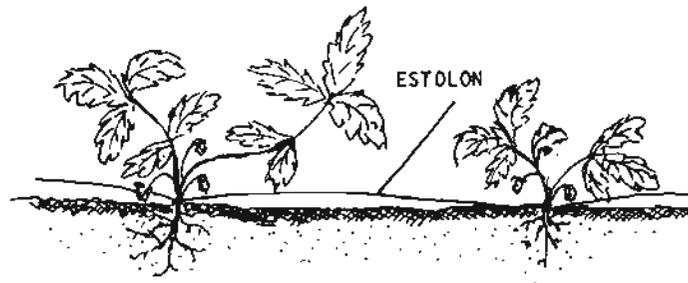

Fig. 1
*Estolones*, o ramas laterales con yemas que al ser separadas del cuerpo principal y en condiciones adecuadas emiten raíces y hojas. Ej. frutilla. (Fig. 1)